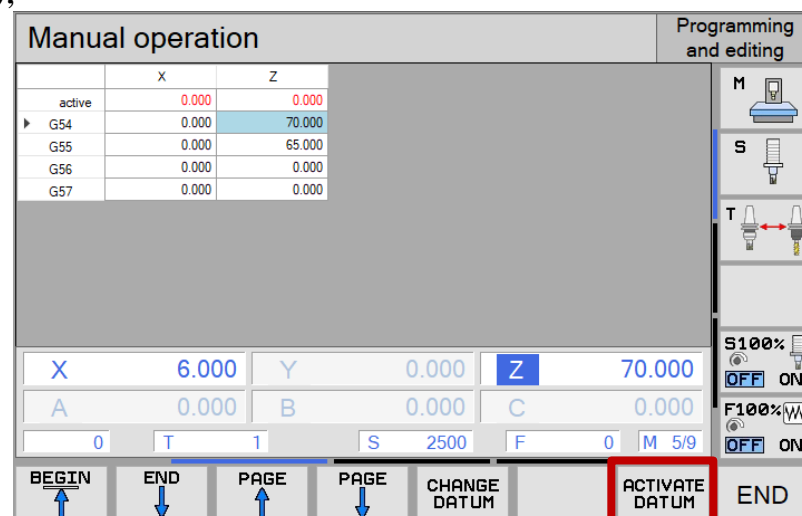

Рис.155. Кнопка «ACTIVATE DATUM»
9. На экране пульта управления нажать кнопку «ACTIVATE DATUM» (рис.155);